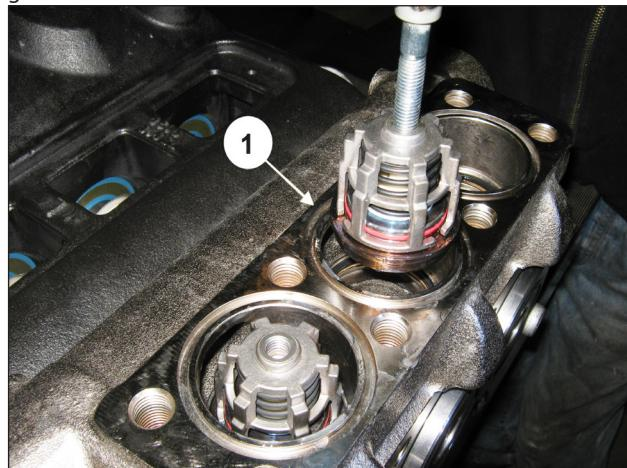

Fig. 102
Extraer el grupo de la válvula de envío aplicando un extractor de percusión (cód. 27516400) en el orificio M10 de la guía de la válvula (pos. ①, Fig. 102) o, como medida adicional, aplicar un adaptador M10-M16 (cód. 25089700) a la rosca M16 de la guía de la válvula.